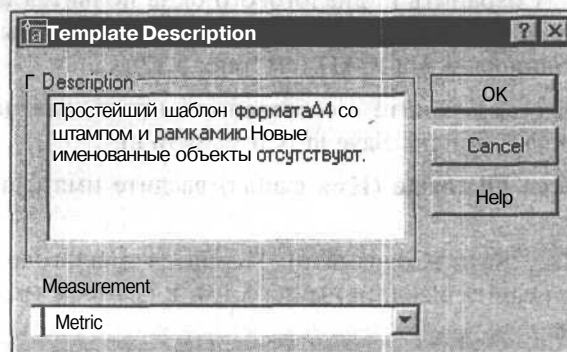

Рис. 5.13. Диалоговое окно описания файла шаблона
2. Нажмите кнопку **Save** (Сохранить). Появится диалоговое окно **Template Description** (Описание шаблона) (рис. 5.13), в котором можно ввести описание шаблона.
4. Нажмите кнопку **Save** (Сохранить). Появится диалоговое окно **Template Description** (Описание шаблона) (см. рис. 5.13), в котором можно ввести описание шаблона.